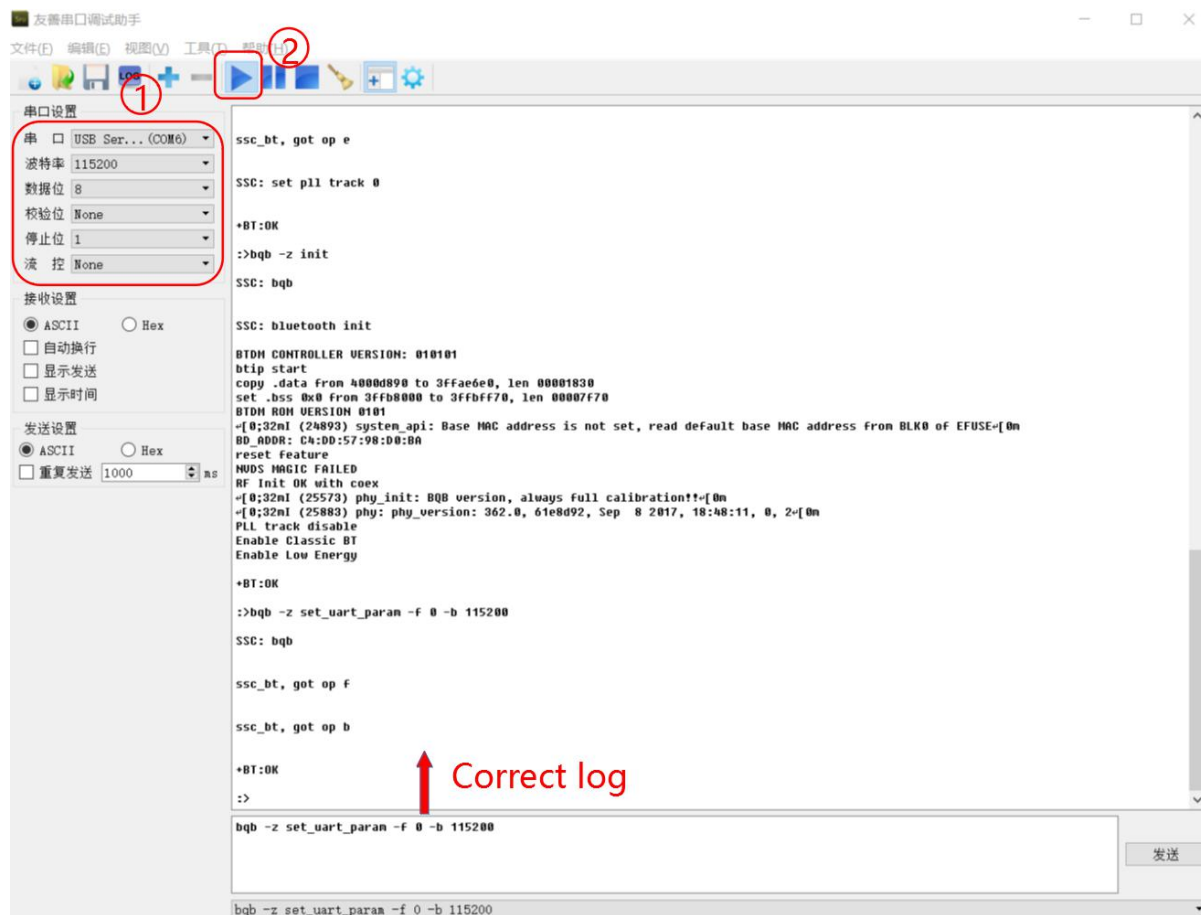

图 4-3 UART0 串口设置
- PC 端打开串口工具，COM 号选择 ESP32 的串口板 1 对应的 COM,波特率 115200，以友善串口工具为例，如图 4-3 所示。